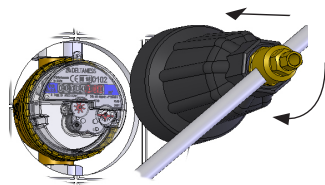

Bild 6 (Kapselmontage Unterputz)
- Den Messingkopfring der Trockenkapsel fest mit einem DELTAMESS-Unterputz- oder Aufputzmontageschlüssel in die Vormontage einschrauben (Bild 6).